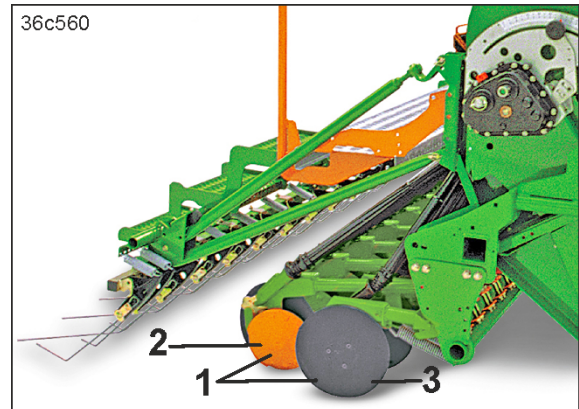

Fig. 75
Das Control-Schar RoTeC (Fig. 75/1) dient zur Saatgutablage auf gepflügten oder gemulchten Böden, auch mit großen Strohmenngen und Pflanzenresten.
Durch die Abstützung des Schar auf der Tiefenführungsscheibe/rolle (Fig. 75/2) und dem hohen Schardruck läuft das Schar besonders ruhig und hält die Saatablagentiefe exakt ein.
- zur Reinigung der Rückseite der Stahlscheibe (Fig. 75/3).